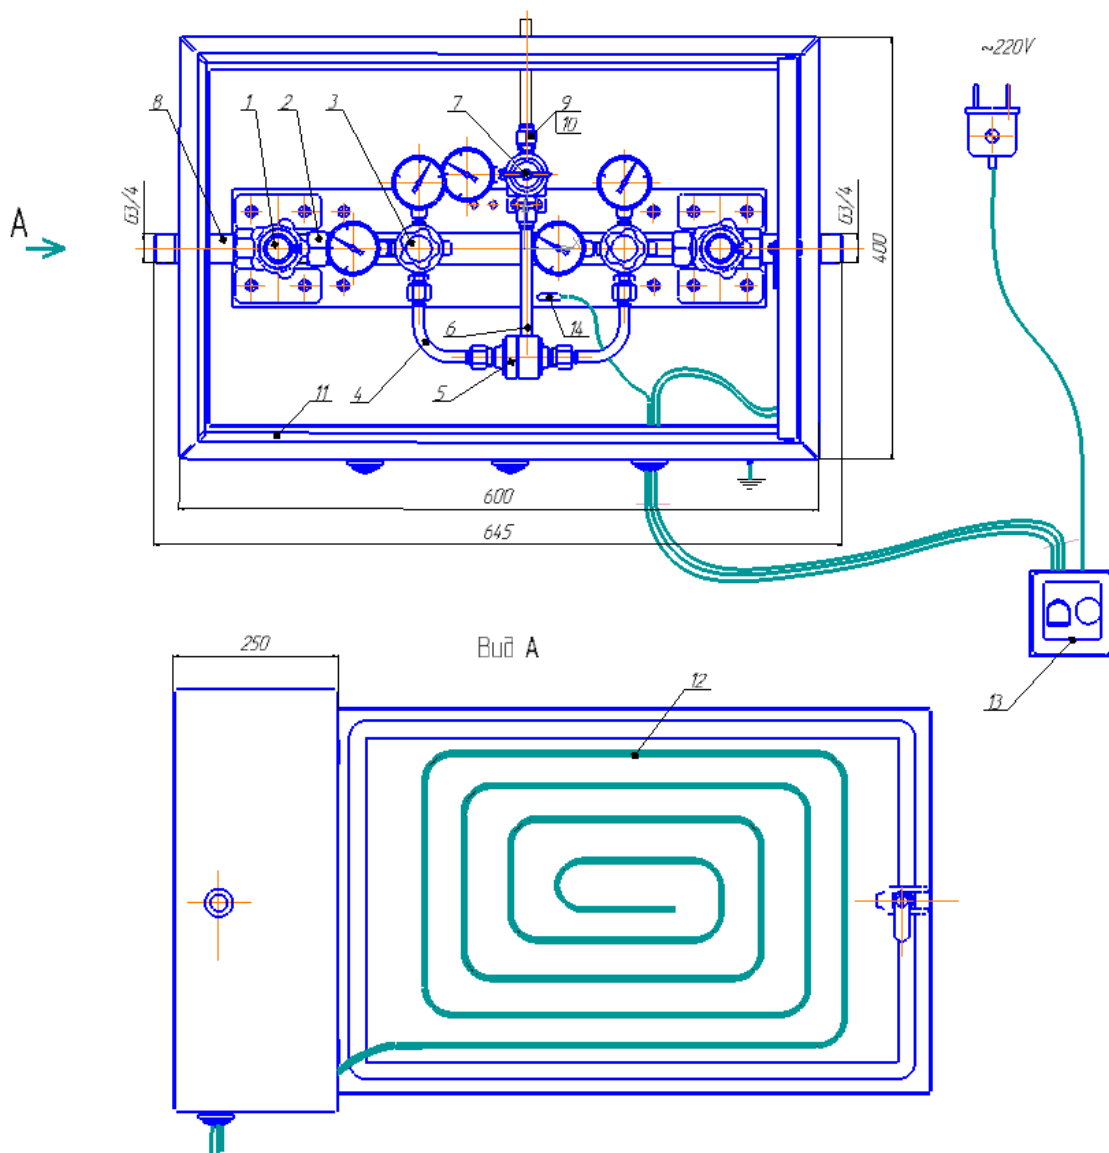

Рис.1 Щит автопереключения газовых рамп закрытого типа в термобоксе
4.1 Внешний вид щита в термобоксе (шкафу) показан на рис.1 Щит автопереключения (ДЖЕТ 214 50 00 00) состоит из двух входных запорных клапанов 1, двух угольников 2, двух редукторов 3, соединенных трубками 4 с переключателем 5, который через трубку 6 связан с сетевым редуктором 7. Для подогрева на крышке шкафа 11 смонтирован обогреватель в виде саморегулирующего нагревательного кабеля 12. Питание и регулирование температуры осуществляется от сети переменного однофазного тока напряжением 220 В через механический терморегулятор 13 с датчиком температуры 14. Щит снабжен замком, что исключает возможность несанкционированного воздействия на оборудование щита.